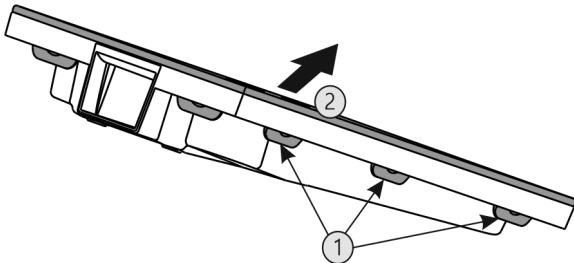

Fig. 57
- ▶ Alle lippen Fig. 57 (1) achtereenvolgens indrukken en de afdekking Fig. 57 (2) verwijderen.